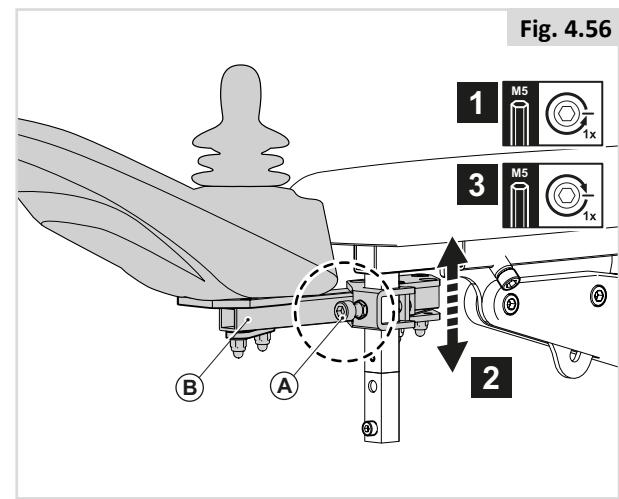

Fig. 4.56
1. Lossa (A) ett varv.
2. Justera (B) till önskat läge.
3. Dra åt (A).
Höjd på styrenhet (1) (Fig. 4.56)